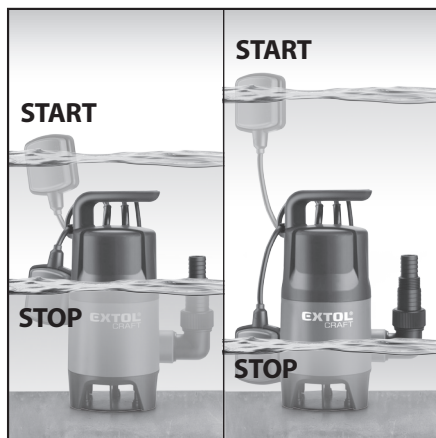

Abb. 2
- ➔ Die einstellbare Schwimmerkabellänge ermöglicht es, bei welcher Wasserspiegellhöhe sich die Pumpe Ein- und Ausschalten soll, siehe Abb. 2.
- Damit der Schwimmerschalter richtig funktioniert, darf die Entfernung zwischen diesem und der Aufhängung von seinem Kabel nicht zu klein sein. Das beschriebene Prinzip ist auf der Abb. 2 dargestellt.
6. Damit der Schwimmerschalter richtig funktioniert, darf die Entfernung zwischen diesem und der Aufhängung von seinem Kabel nicht zu klein sein. Das beschriebene Prinzip ist auf der Abb. 2 dargestellt.